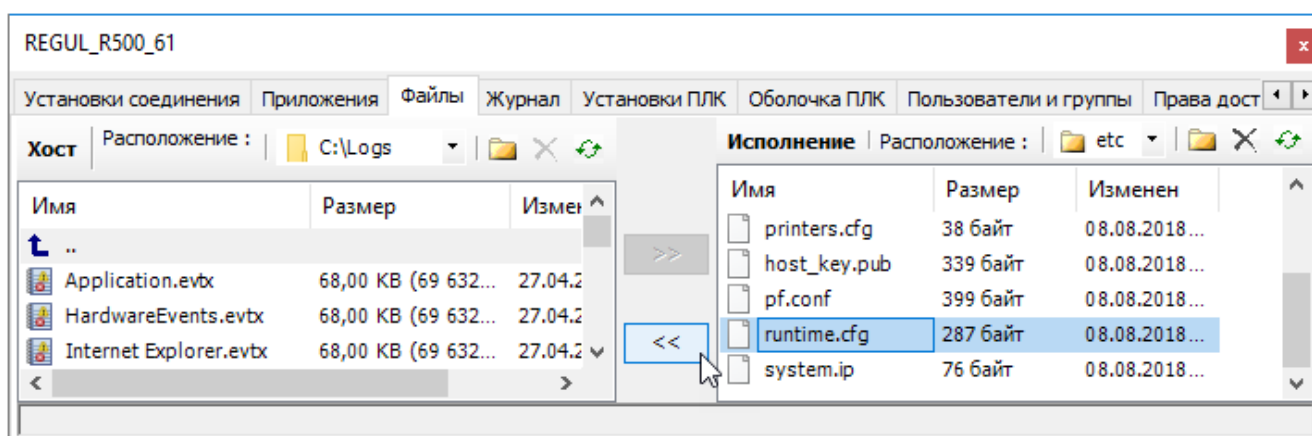

Рисунок 96. Обмен файлами между ПК и контроллером
- в Epsilon LD на главной вкладке параметров устройства перейдите на вкладку **Файлы**. В области **Исполнение** нажмите кнопку  (**Обновить**). В окне отобразится дерево файлов, имеющихся на контроллере. Найдите папку **etc** (Рисунок 96);